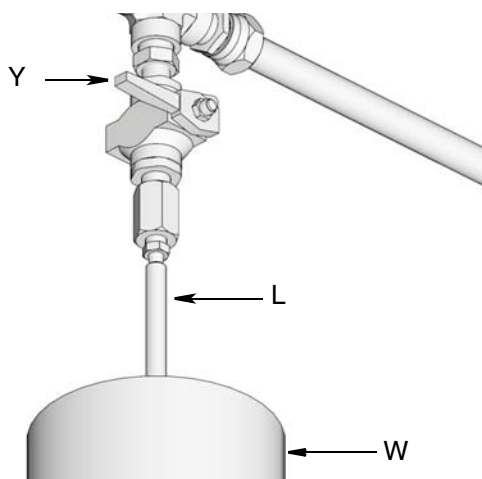

FIG. 28:
- a. Per scaricare la pressione fra la pompa di riempimento (F) e il dispositivo di intercettazione riempimento automatico (B), aprire la valvola a sfera (bv) (FIG. 28). La pressione viene scaricata e il fluido in eccesso viene drenato attraverso il tubo di scarico (L) nel contenitore di troppo pieno di lubrificazione (W).